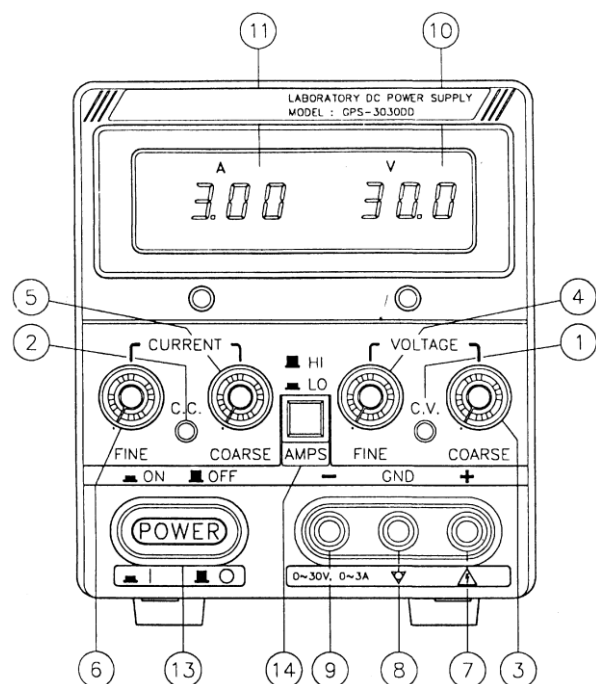

Рис. 6.2. Передняя панель (цифровая шкала, индекс DD)
Для получения выходного напряжения более номинального два источника питания соединяют последовательно (выходной ток номинальный). Схема соединения показана на рис. 6.2.
4. Проверить полярность подключения. Подсоединить к выходным клеммам внешнюю нагрузку в соответствии с рис.6.2.